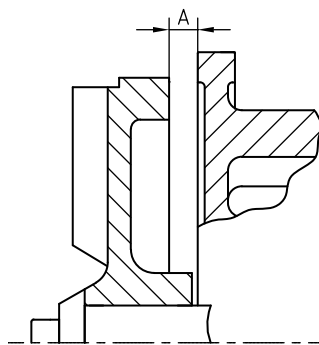

Рисунок 18: Регулировка крыльчатки FREM.
- 2 Отрегулируйте крыльчатку до размера **A** между задней частью крыльчатки и промежуточной крышкой. См. рисунок 18 и Таблица 7 ниже.